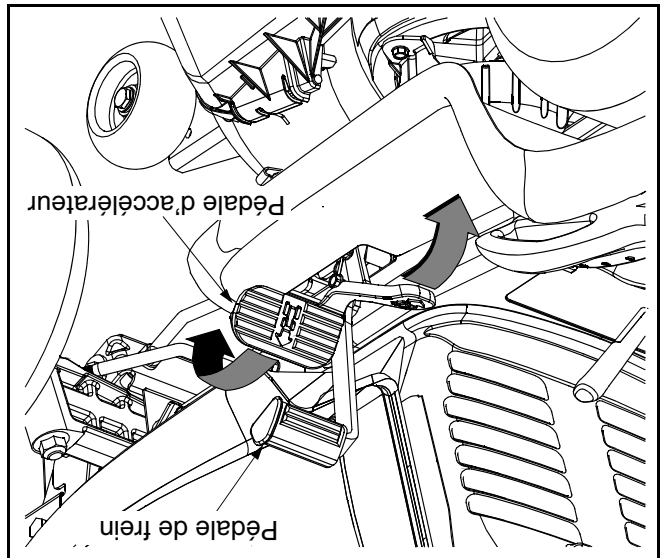

Figure 11
2. Faites pivoter la manette de la prise de force (Embrayage de la lame) à fond vers l'avant jusqu'à la position « ON » (Embrayée). Voir la Figure 11.
- Pour vous déplacer en MARCHÉ AVANT, appuyez lentement sur la partie supérieure de la pédale d'accélérateur jusqu'à l'obtention de la vitesse désirée. Voir la Figure 11.